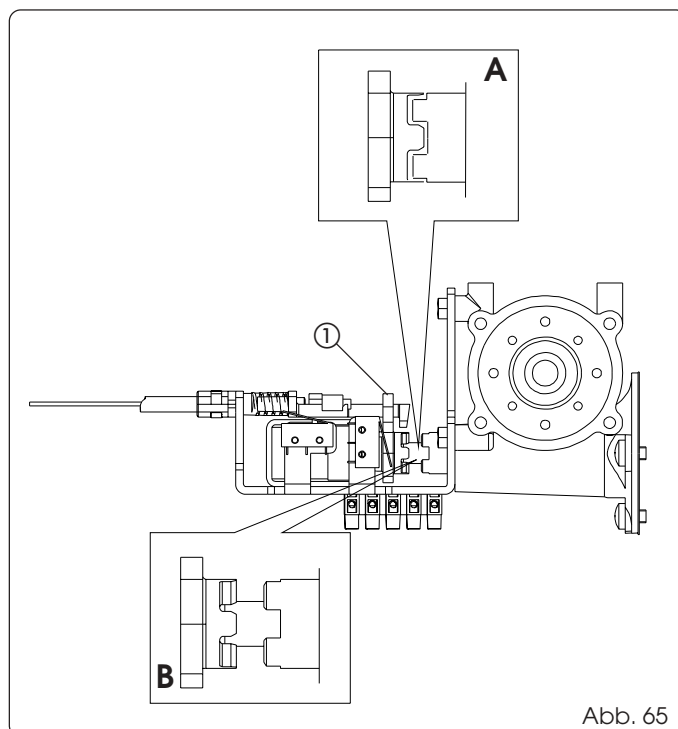
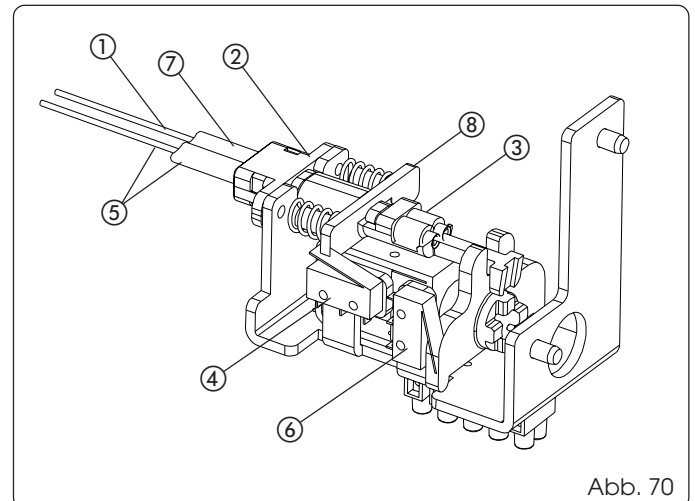

Abb. 65
Abb. 70
- Den Hebel (Abb. 65 Bez. ①) mit der Hand zur Motorwelle drücken und dabei das ordnungsgemäße Eingreifen laut Abb. 65 Bez. A) prüfen.
- Den Hebel (Abb. 65 Bez. ①) vertikal bewegen und das Spiel zwischen der Kupplung der Motorwelle und der Motorsperre prüfen.
- Das Kabel mit dem Mantel an das Teil ② aus Abb. 70 annähern und den überschüssigen Mantel abschneiden.
- Das Kabel (Abb. 70 Bez. ①) durch das Teil ② ziehen und den Mantel zum Anschlag führen (Abb. 70 Bez. ⑦).
- Das Kabel in die Klemme einspannen (Abb. 70 Bez. ③).
- Teil ⑧ bis zum Anschlag ziehen (durch Zusammendrücken der Federn) und die Schraube der Klemme ③ durch Blockierung des Stahlkabels anschrauben.
- Prüfen, ob die Einkupplung der Motorsperre frei von der Einkupplung der Motorwelle ist (Abb. 65 Bez. B).
- Den Knauf durch eine 90°-Drehung lösen und die Funktionstüchtigkeit der Freigabe prüfen. Außerdem sicherstellen, dass der Mikroschalter zur Türöffnung durch Ziehen des Knaufs ausgelöst wird (Abb. 70 Bez. ④).
Für den elektrischen Anschluss der Motorsperre den Abschnitt für die elektronische Karte der vorliegenden Anleitung konsultieren. Wenn die Installation der externen Freigabe erforderlich ist, die Schlüsseltasten T211F oder T211EF verwenden. Das Freigabekabel auf die Motorsperre unter Zuhilfenahme des entsprechenden Sitzes einsetzen (Abb. 70 Bez. ⑤).
Der Überwachungsmikroschalter ist ein Zubehörteil, das den störungsfreien Betrieb der Motorsperre prüft und eventuelle Fehler über SD-Keeper signalisiert. Den Überwachungsmikroschalter laut Angaben in Abb. 70 Bez. ⑥ installieren. Für den elektrischen Anschluss und die Programmierung wird auf den Abschnitt dieser Anleitung zur elektronischen Karte verwiesen.